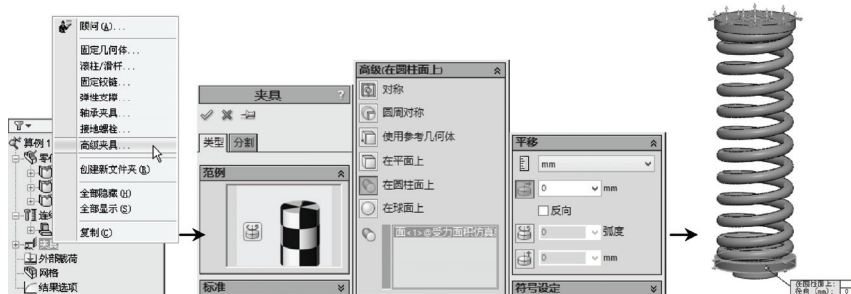

图 9-6 添加高级夹具操作
STEP 5 右击“夹具”项, 在打开的快捷菜单中选择“高级夹具”菜单项, 打开“夹具”属性管理器, 选择“在圆柱面上”按钮, 选择“受力面积仿真座”的圆柱面为只可切向运动的面, 并单击“径向”按钮后再单击“确定”按钮, 令弹簧只能沿轴向压缩或伸长, 如图 9-6 所示。